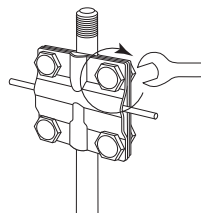

Рисунок 6. Соединение штыря с проводником
4.6. Соединить штырь с медным проводником или медной пластиной посредством крестового зажима, предварительно обработав место соединения тонким слоем пасты (см. рисунок 6). Для повышения надежности электрического соединения очаги заземления рекомендуется располагать в форме треугольника, но допускаются и другие схемы соединения.